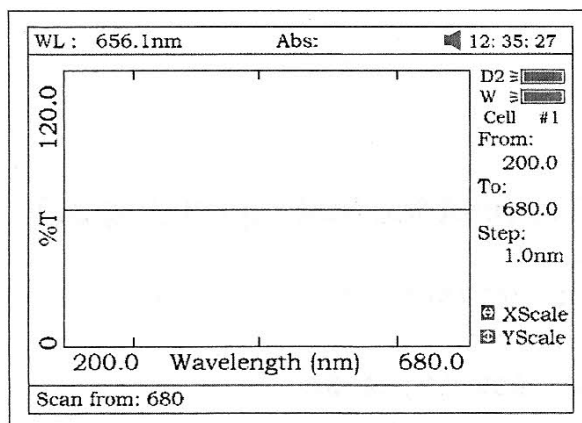

Fig 42
1. Presione **[F1]** para puesta a punto, ingrese la longitud de onda de partida y la final empleando el teclado numérico (Fig 42).